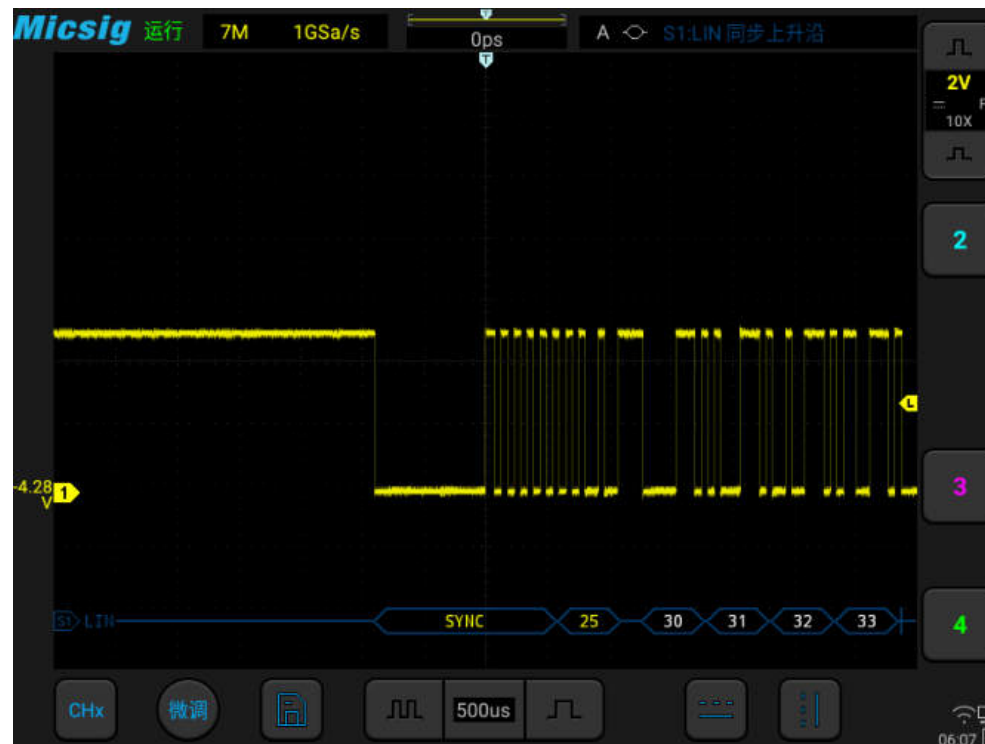

图12-12 LIN 图形界面
(3) 打开触发方式配置菜单，点选“同步上升沿”；
(4) 点按  配置信息，打开解码通道阈值电平调节框，上下拖动调节框可以调节阈值电平；根据信号的幅值电平调节阈值电平使信号稳定触发。LIN 触发图形界面见图 12-12：